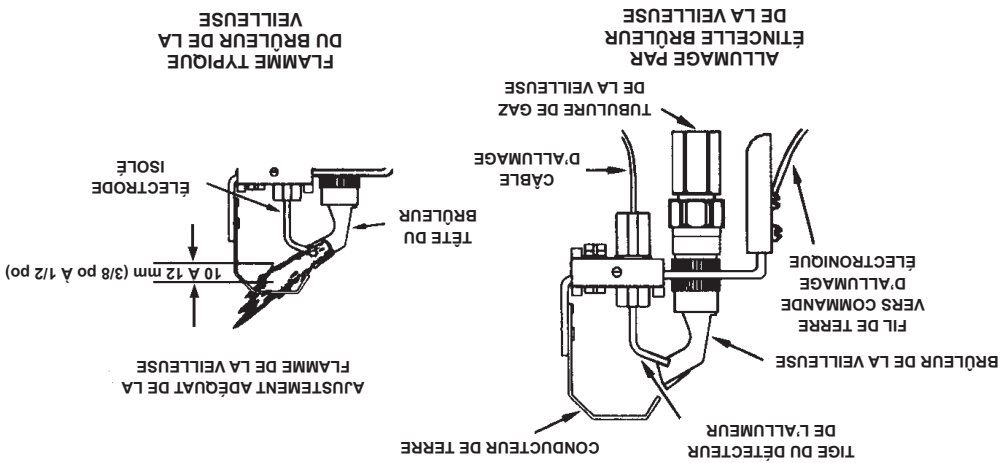
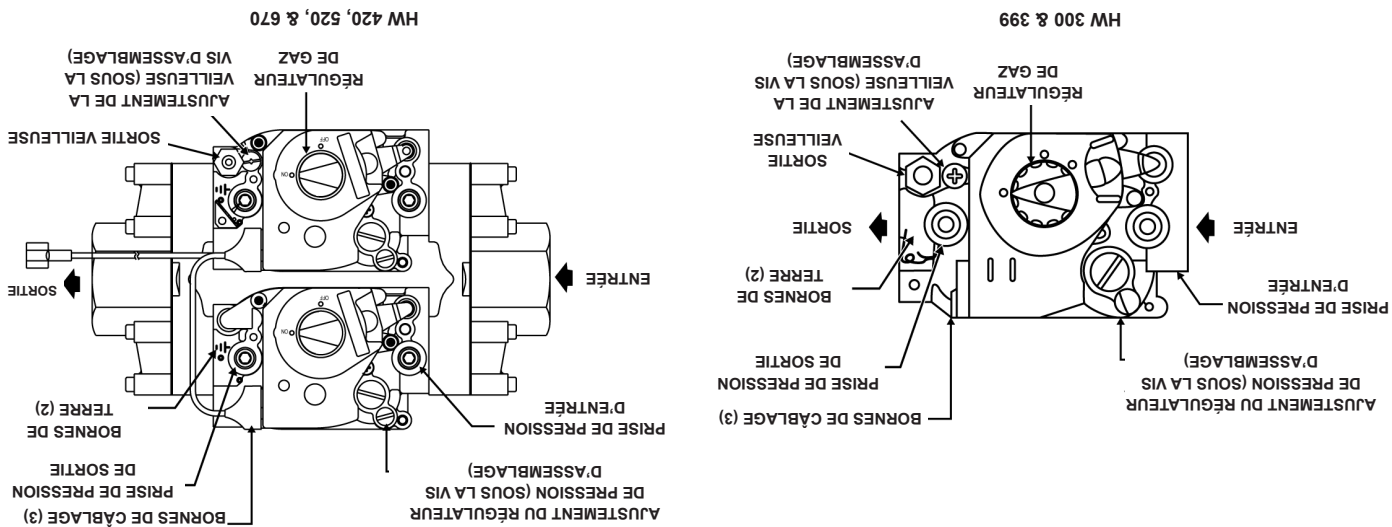
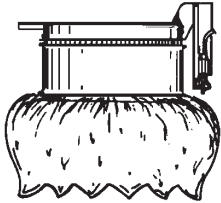

FIGURE 20. ALLUMAGE PAR ÉTINCELLE BRÛLEUR DE LA VEILLEUSE ET FLAMME DU BRÛLEUR
FIGURE 21. AJUSTEMENT DE LA FLAMME DE LA VEILLEUSE
FIGURE 19. BRÛLEUR PRINCIPAL
Entretien le brûleur de la veilleuse (chaque six mois) signifie entre autres garder l'écran de la veilleuse (non illustré) exempt de peluches, nettoyer la tête du brûleur, l'ouverture d'air principale et l'orifice du brûleur de la veilleuse, Figure 20.
Pour ajuster la flamme de la veilleuse, enlever la vis d'assemblage de la vis d'ajustement de la veilleuse (Figure 21) et tourner afin d'avoir une flamme suffisante au niveau du brûleur de la veilleuse pour couvrir 10 à 12 mm (3/8 po à 1/2 po) de l'extrémité de la sonde de détection. Voir Figure 20.
- La flamme de la veilleuse devrait recouvrir 10 à 12 mm (3/8 à 1/2 po) de l'extrémité du thermocouple. Enlever la vis du couvercle d'ajustement de la veilleuse, Figure 21. Tourner la vis de réglage intérieure ou la soupape de réglage de la veilleuse dans le sens horaire pour diminuer, ou dans le sens antihoraire pour augmenter la flamme de la veilleuse. S'assurer de remettre la vis du couvercle du régulateur de gaz combiné après l'ajustement afin de prévenir une fuite de gaz possible.
Le brûleur principal, Figure 19, devrait présenter les caractéristiques suivantes :
Vérifier périodiquement le brûleur principal, Figure 19 à la Page 26, et la flamme de la veilleuse, Figure 20 à la Page 27, pour un fonctionnement approprié. Cela devrait être fait chaque six mois. Ne pas soumettre le régulateur de gaz à des pressions d'entrée de gaz de plus de 14 po C.E. (1/2 P.S.I.). Si des pressions de gaz supérieures surviennent, un détendeur de service est requis.